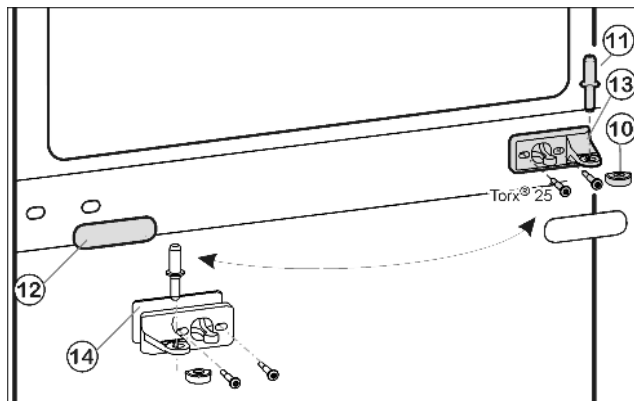
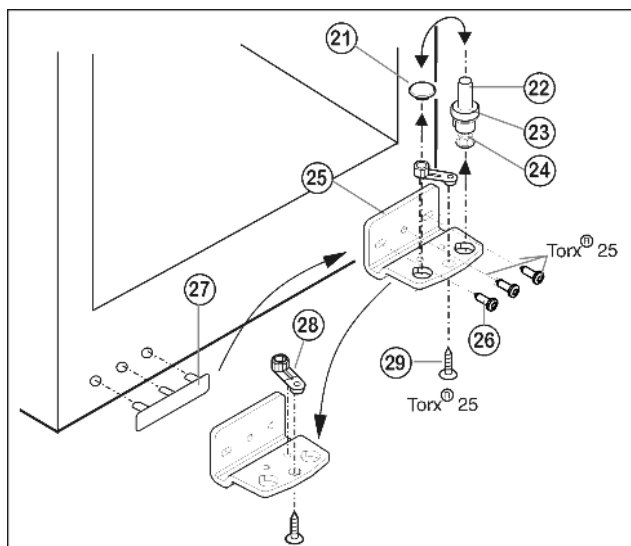

Fig. 7
Fig. 8
- ▶ Ložiskový čap v strede Fig. 7 (11) vytiahnite z ložiskovej konzoly a následne vytiahnite dolné dvere.
- ▶ Plastový uzáver Fig. 7 (10) odoberte.
- ▶ Odskrutkujte strednú ložiskovú Fig. 7 (13) konzolu (2 krát Torx® 25).
- ▶ Záslepku Fig. 7 (12) opatrne odoberte.
- ▶ Strednú ložiskovú konzolu Fig. 7 (13) s podložkou Fig. 7 (14) otočenú o 180° priskrutkujte na novú stranu závesu **pevne (pomocou krútiaceho momentu 4 Nm)**.
- ▶ Záslepku Fig. 7 (12) otočenú o 180° opäť zaklapnite na novej strane držadla.
- ▶ Ložiskový čap Fig. 8 (22) kompletný, s podložkou Fig. 8 (23) a nastaviteľnou nohou Fig. 8 (24), vytiahnite smerom nahor.
- ▶ Zátku Fig. 8 (21) podvihnite.
- ▶ Ložiskovú konzolu Fig. 8 (25) odskrutkujte Fig. 8 (26).
- ▶ Ložiskový diel Fig. 8 (28) odskrutkujte Fig. 8 (29) a premiestnite ho do protiahlého otvoru uloženia ložiskovej konzoly, opäť priskrutkujte.
- ▶ Kryt na strane držadla Fig. 8 (27) opatrne nadvihnite a premiestnite na opačnú stranu.
- ▶ Ložiskovú konzolu Fig. 8 (25) na novej strane závesu zaskrutkujte **pevne (pomocou krútiaceho momentu 4 Nm)** príp. pomocou akumulátorového skrutkovača.
- ▶ Zátku Fig. 8 (21) opäť nasadte do inej diery.
- ▶ Ložiskový čap Fig. 8 (22) kompletný, s podložkou a nastaviteľnou nohou, opäť nasadte. Dbajte pritom na to, aby zárez dorazu ukazoval smerom dozadu.
- ▶ Spodné dvere nasadte zhora na ložiskový čap dole Fig. 8 (22).
- ▶ Plastový uzáver Fig. 7 (10) nasadte opäť na ložiskovú konzolu v strede Fig. 7 (13).
- ▶ Ložiskový čap v strede Fig. 7 (11) nasadte na novej strane závesu cez ložiskovú konzolu v strede Fig. 7 (13) do spodných dverí.
- ▶ Vrchné dvere nasadte na ložiskový čap v strede Fig. 7 (11).
- ▶ Dvere prípadne súosovo vyrovnajte ku krytu zariadenia cez obidve pozdĺžne diery v ložiskovej konzole dole Fig. 8 (25) a v ložiskovej konzole v strede Fig. 7 (13). K tomu vyskrutkujte prostrednú skrutku na ložiskovej konzole Fig. 8 (25).